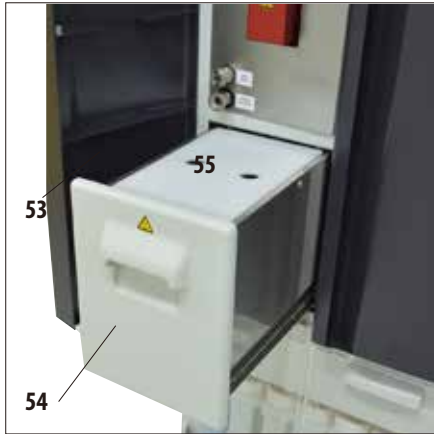

Fig. 37
- La estación de parafina (54) se encuentra detrás de la puerta izquierda (53) del equipo, debajo de la retorta (fig. 37). Sirve para que siempre haya suficiente parafina líquida limpia disponible para los baños de parafina. Su capacidad es de 5,0 l de parafina líquida.